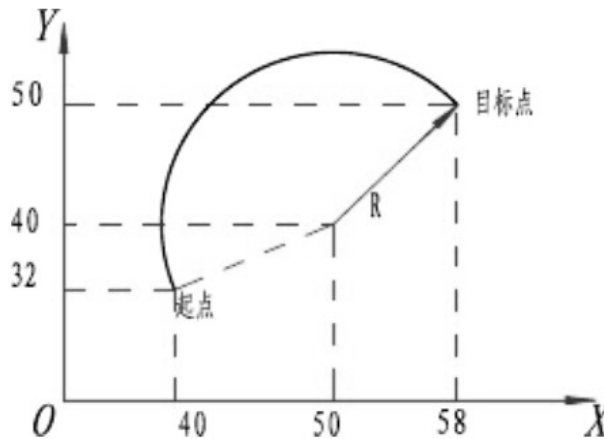

图 6
**程序实例:** 如图 6 所示, 用圆心编程圆弧从起点到终点。编程程序如下: